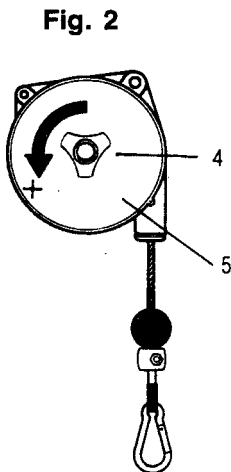

Fig. 2
- For å øke kapasiteten dreies knapp 4 i retning mot klokken (etterpå må knapp 4 komme tilbake i kontakt med platen 5) (Fig. 2).
- Para aumentar a capacidade, rode o botão 4 no sentido inverso ao dos ponteiros do relógio (depois, o botão 4 tem que voltar a entrar em contacto com a chapa 5) (Fig. 2).